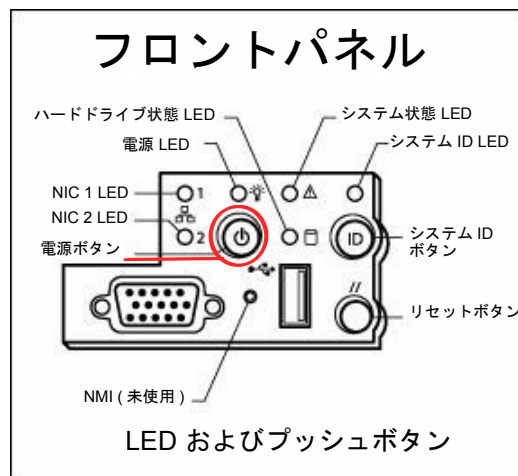

図 5-26 電源ボタンおよびフロントパネルの詳細
4. 正面カバーを開き、フロントパネルの電源ボタン (図 5-26) を押します。